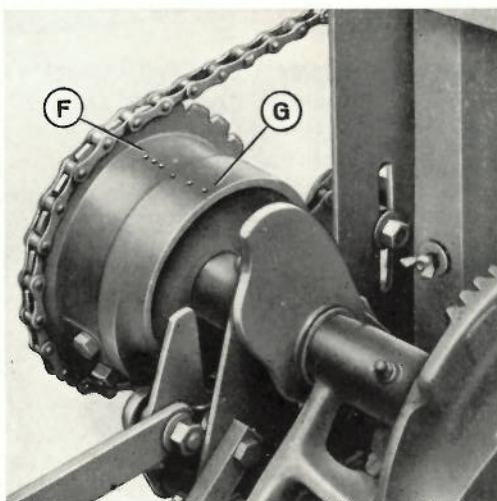

Fig. 25
- 3) s'assurer que les deux séries de trois boulons (F-G, fig. 25) coïncident entre elles avec la tolérance maximum de 6 mm.